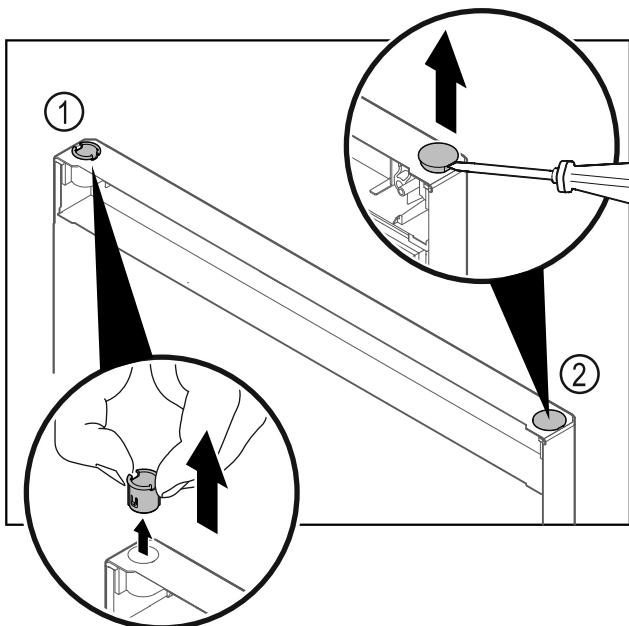

Fig. 22 Ledusskapja nodalījuma durvis
- Izvelciet ar pirkstiem eņģes ieliktni Fig. 22 (1).
- Paceliet uzmanīgi ar plakano skrūvgriezi un izvelciet ārā nosedzošo aizbāzni Fig. 22 (2).